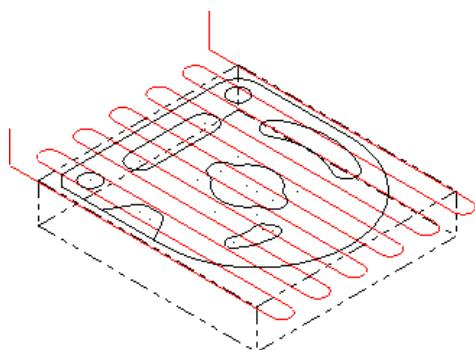

图 9-76 面铣削刀具路径
- 04 设置完参数后，单击对话框中的“确定”按钮 ，产生的刀具路径如图 9-76 所示。